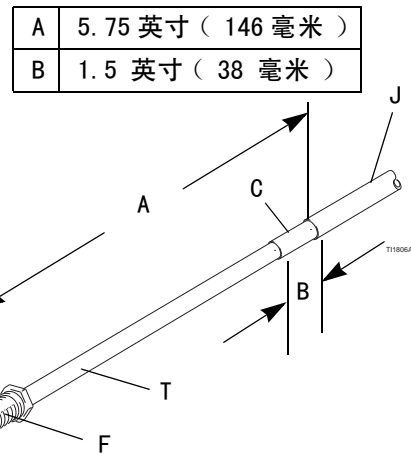

图 6. 水性流体软管尺寸
2. 为了正确安装水性流体软管，软管必须按照图 6 所示尺寸拆开并进行组装。在软管内管 (T) 上涂抹绝缘润滑脂。滑动管接头 (F)，将其安装在管子 (T) 上。将带有倒钩的管接头 (G) 压入管子中，一直到其肩部接触管子。完全按照这些尺寸安装一根新的 Graco 水性流体软管。